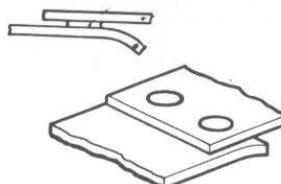

Figure.7.13
- Pression excessive ou mauvais état des surfaces de contact (Figure.7.13).